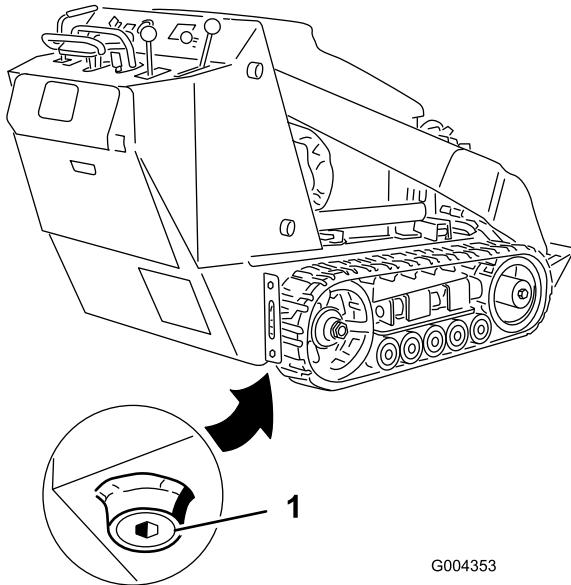

Bild 33
4. Nehmen Sie die Ablässschraube ab (Bild 33).